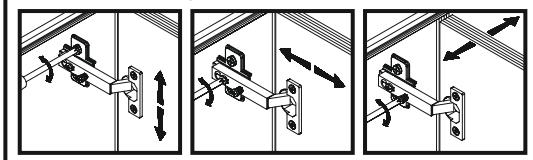

Рис. 3
5.13 Положить дверь **7** фасадной поверхностью вниз на ровную поверхность. Закрепить на двери петли шарнирные **a2**, пользуясь крестообразной отверткой (см.рис.3).
5.14 Навесить дверь на корпус шкафа, совместив петли шарнирные **a2** с направляющими петель **b1** (см.рис.3). При необходимости отрегулировать положение дверь вращая регулировочные винты, как показано на **рисунке 3**.